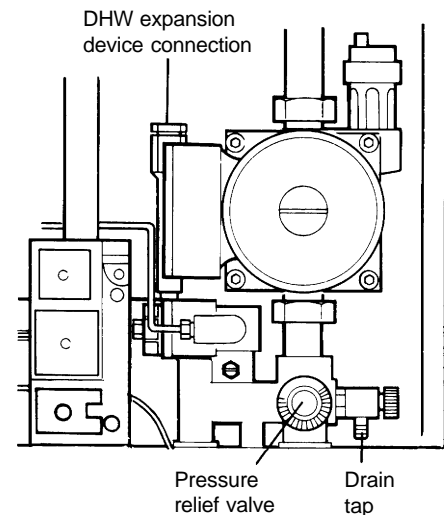

Fig. 35
8.33 PRESSURE RELIEF VALVE OR DHW INLET MANIFOLD - Fig. 35
8.34 DRAIN TAP - Fig. 35